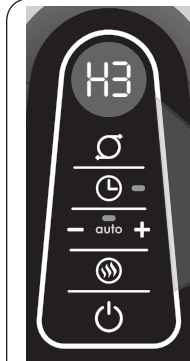

Figura 1
6. Al encender el Calefactor, la unidad estará en calor High (H3) (1 500 Watts). (**Figura 1**)